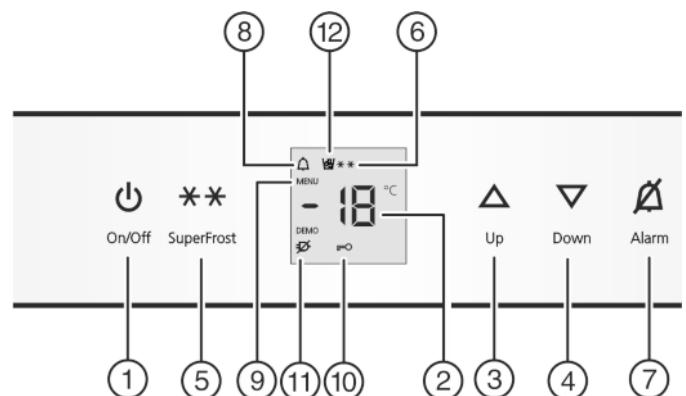

Fig. 2
- ▶ Toets On/Off *Fig. 2 (1)* indrukken.
- ▶ Instelmodus activeren: toets SuperFrost *Fig. 2 (5)* ca. 5 s indrukken.
- ▷ Het symbool Menu *Fig. 2 (9)* is verlicht.
- ▶ Druk kort op de toets SuperFrost *Fig. 2 (5)* om te bevestigen. Als in de display **c1** wordt aangegeven:
- ▶ om de kinderbeveiliging in te schakelen, drukt u kort op de toets SuperFrost *Fig. 2 (5)*.
- ▷ Het symbool kinderbeveiliging *Fig. 2 (10)* brandt. Op de display knippert **c**. Als in de display **c0** wordt aangegeven:
- ▶ om de kinderbeveiliging uit te schakelen, drukt u kort op de toets SuperFrost *Fig. 2 (5)*.
- ▷ Het symbool Kinderbeveiliging *Fig. 2 (10)* dooft. Op de display knippert **c**.
- ▶ Instelmodus deactiveren: toets On/Off *Fig. 2 (1)* indrukken. **-of-**
- ▶ Toets Alarm *Fig. 2 (7)* indrukken.
Tegelijkertijd knipperen de temperatuurdisplay en het symbool Alarm *Fig. 2 (8)*.
Het akoestisch alarm stopt automatisch, het symbool Alarm *Fig. 2 (8)* gaat uit en de temperatuurdisplay houdt op met knipperen, wanneer de temperatuur weer laag genoeg is.
► Temperatuur hoger instellen: insteltoets Up Fig. 2 (3) indrukken.
► Temperatuur lager instellen: insteltoets Down Fig. 2 (4) indrukken.